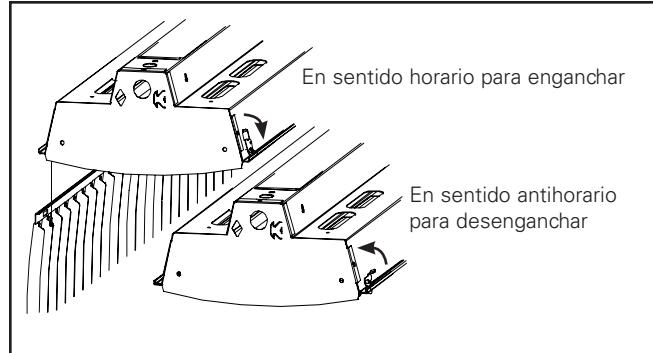

Figura 1.
1. Gire todos los pasadores en sentido antihorario (Figura 1.).